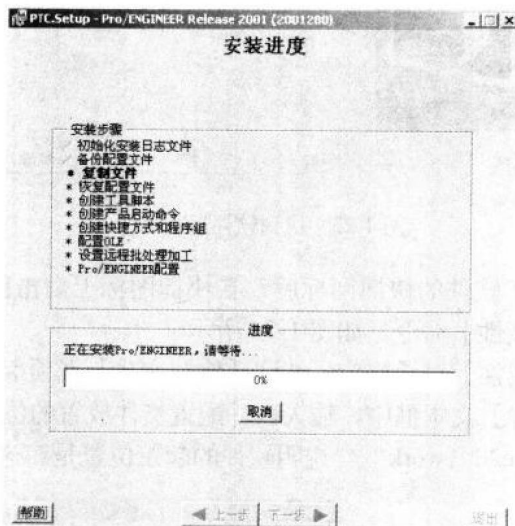

图 1-20 【安装进度】对话框
- (23) 单击 **是(Y)** 按钮，弹出如图 1-20 所示的【安装进度】对话框，正式开始安装软件。一般需要 20 分钟左右时间。